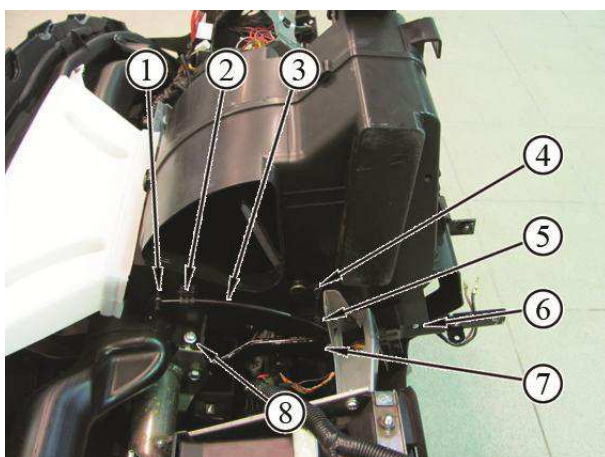

Рисунок 14-15 – Крепление отопителя правое:
Снять скобы 2, 5, рисунок 14-15, крепления тяг заслонок отопителя, отсоединить тяги 3, 7 от рычагов 1, 4 приводов заслонок отопителя.
- установить ручку 3, рисунок 14-17, привода управления отопителем в положение "Обдув ветрового стекла", заслонку в соответствующее положение, установить тягу 3 (см. рисунок 14-15) на рычаг 1 и зафиксировать оболочку тяги скобой;
- установить ручку 3, рисунок 14-17, привода управления отопителем в положение "В ноги", заслонку в соответствующее положение, установить тягу 7 (см. рисунок 14-15) на рычаг 4 и зафиксировать оболочку тяги скобой;